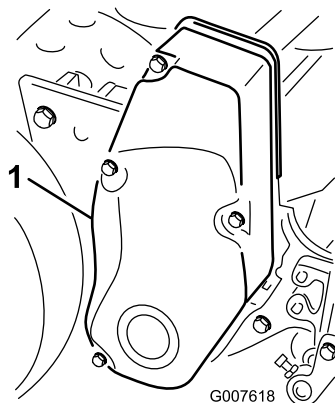

Figura 41
1. Retire a cobertura dos parafusos de montagem da correia e a cobertura da correia (Figura 41).